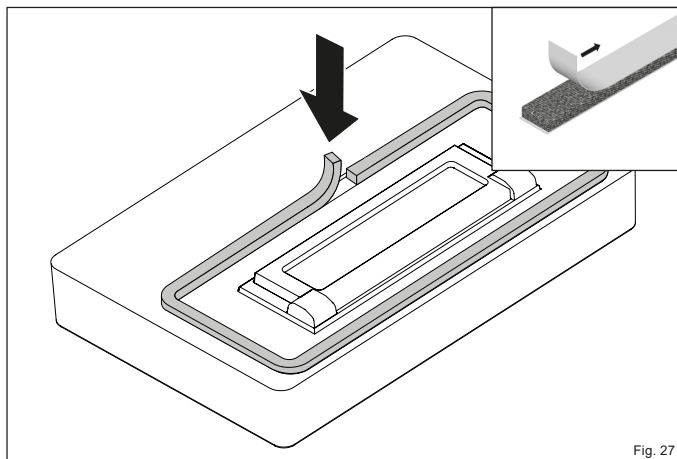

Fig. 27
- ▶ Collez le nouveau joint comme l'ancien, dans sa rainure. (Fig. 27).